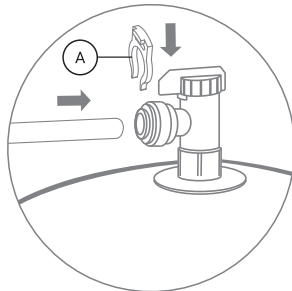

Рис. 17
- Подключите свободный конец синей трубки 1/4", идущей от фитинга-тройника угольного постфилтра к вентилю накопительного бака: вставьте пластиковую трубку в вентиль до упора (рис. 17), для герметизации соединения приложите дополнительное усилие, при этом трубка утопится еще примерно на 3 мм и будет плотно обжата резиновым кольцом фитинга. Установите стопорную клипсу (A) из комплекта поставки.